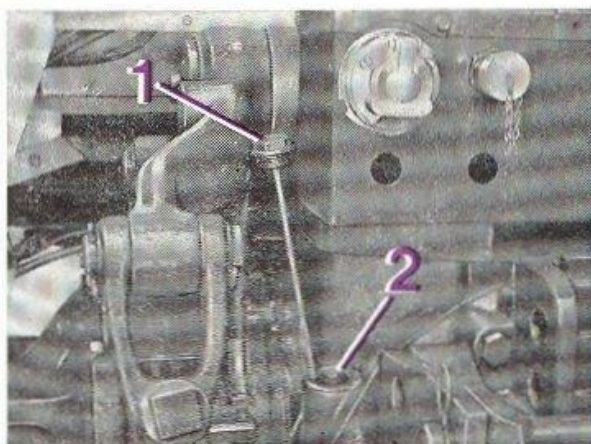

FIG. 68
Vidanger le pont arrière par le bouchon (1) en ouvrant le bouchon (1) fig. 68 pour favoriser l'écoulement.
Remettre le bouchon de vidange en place. Faire le plein du pont arrière par l'orifice (2) fig. 68 à l'aide de **41 litres d'huile FIAT AF 87** ou **FLUID S de MOBIL**.